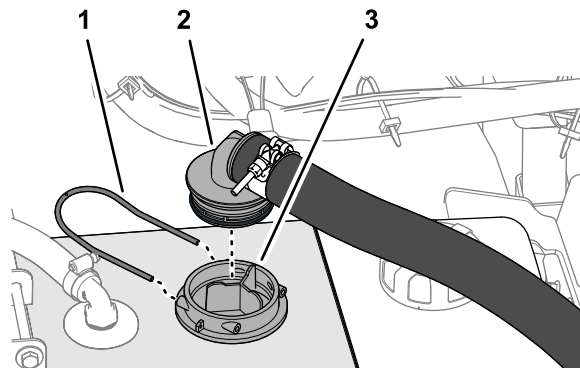

Рисунок 17
1. Вставьте прямоугольный штуцер типа «елочка» шланга линии всасывания в корпус сетчатого фильтра до полной посадки штуцера (Рисунок 17).
2. Прикрепите прямоугольный штуцер типа «елочка» к корпусу сетчатого фильтра с помощью крепежной вилки (Рисунок 17).